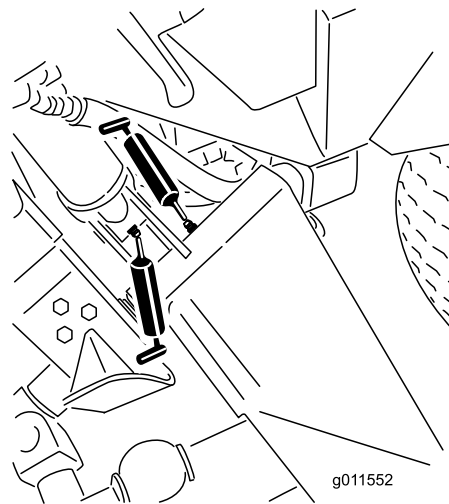
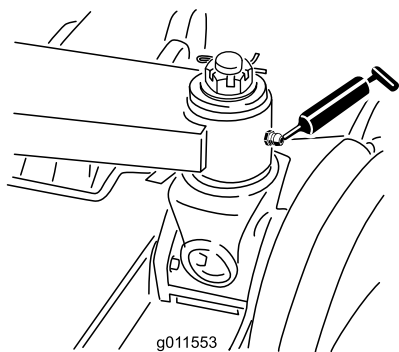

Bild 72
Bild 73
- Sechs Haupt-Hubarmbüchsen (Bild 72 und Bild 73)